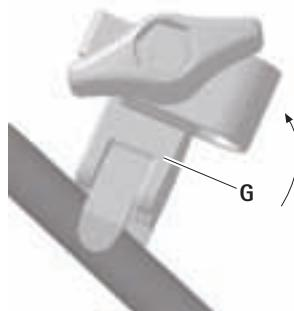

Fig. 9
- ▶ Retirer la pince de fixation **G** du cadre par pression latérale, voir Fig. 9.